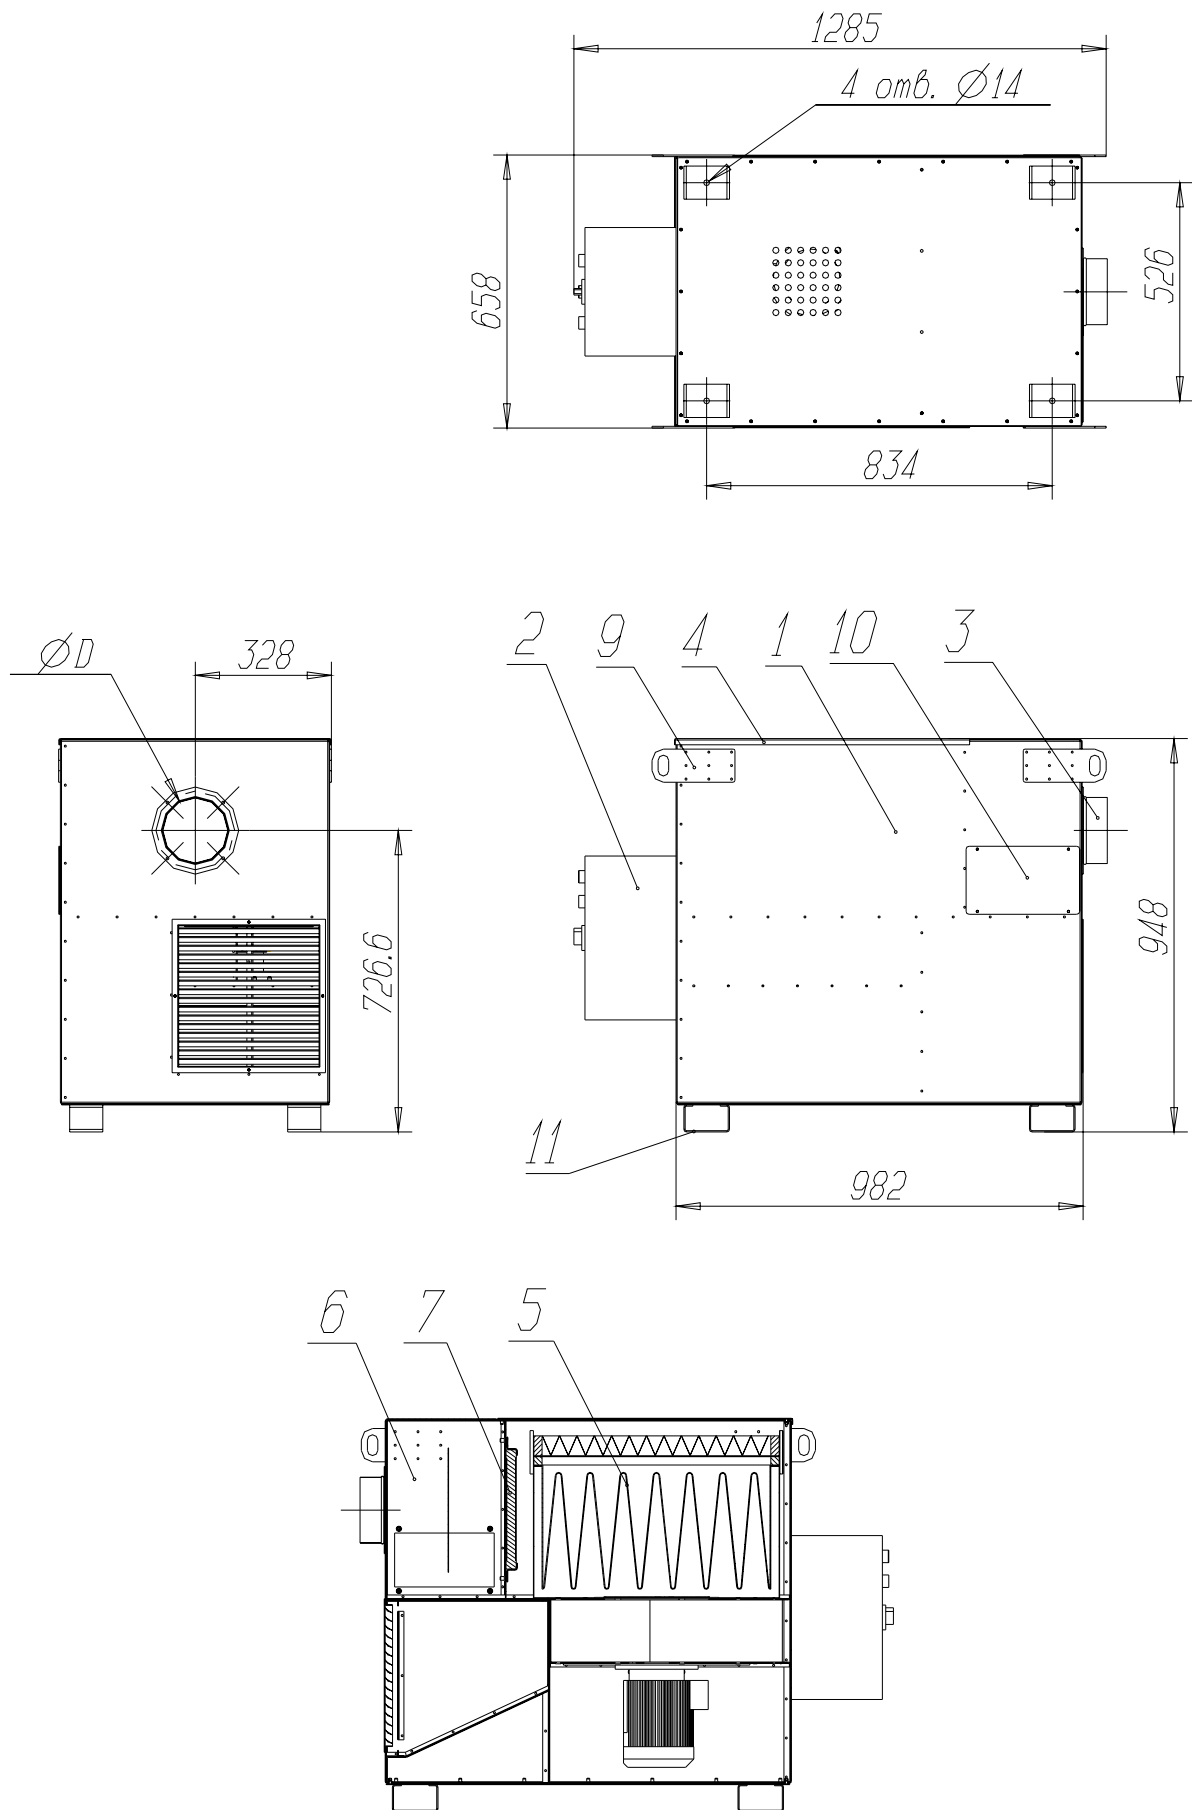

Рис. 1
3.1 ФВА (рис.1) выполнен в виде единой конструкции и включает в себя:
- корпус (1);
- опоры (11);
- блок управления (2);
- входной патрубок (3);
- предварительную пылеосадительную камеру (6);
- искрогаситель (7);
- блок фильтрующих элементов (5);
- съемную панель (4);